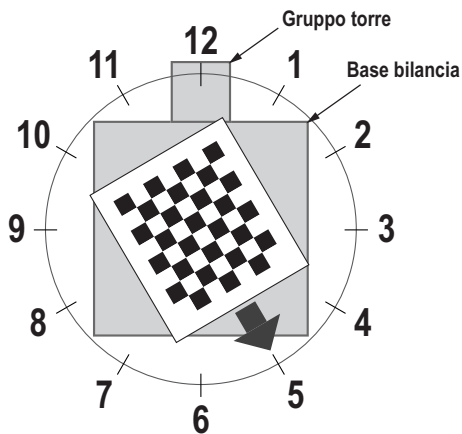

Figura 5-6. Rotazione a ore 5
7. Allineare l'oggetto di calibrazione in modo che i crocini siano centrati. Ruotare l'oggetto di calibrazione in posizione ore 5 con il gruppo torre in posizione ore 12 (Figura 5-6).